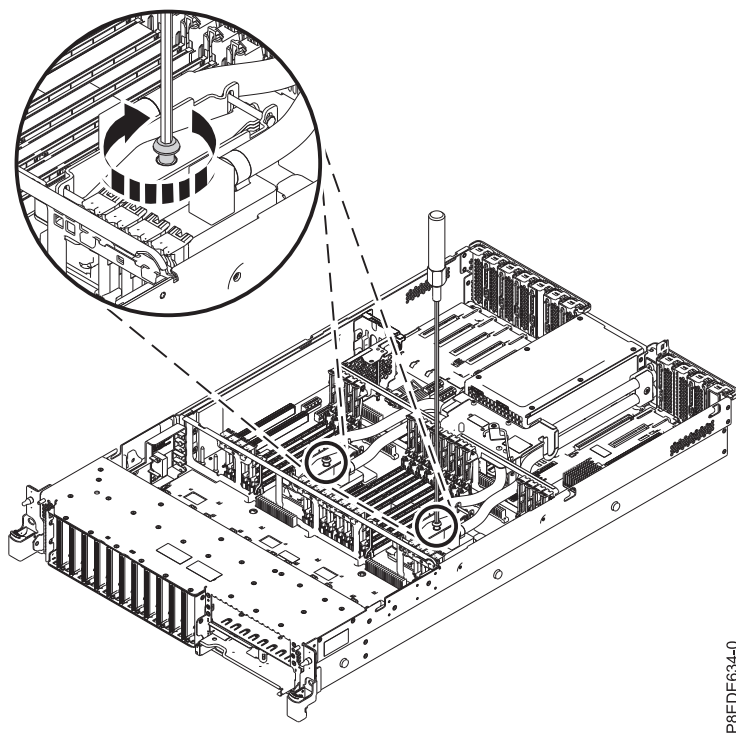

Figure 42. Serrage de la vis du crochet de retenue de la plaque de refroidissement
- b. Serrez la vis du crochet de retenue de la plaque de refroidissement à l'aide d'une clé Allen de 4 mm, comme illustré dans la figure 42.